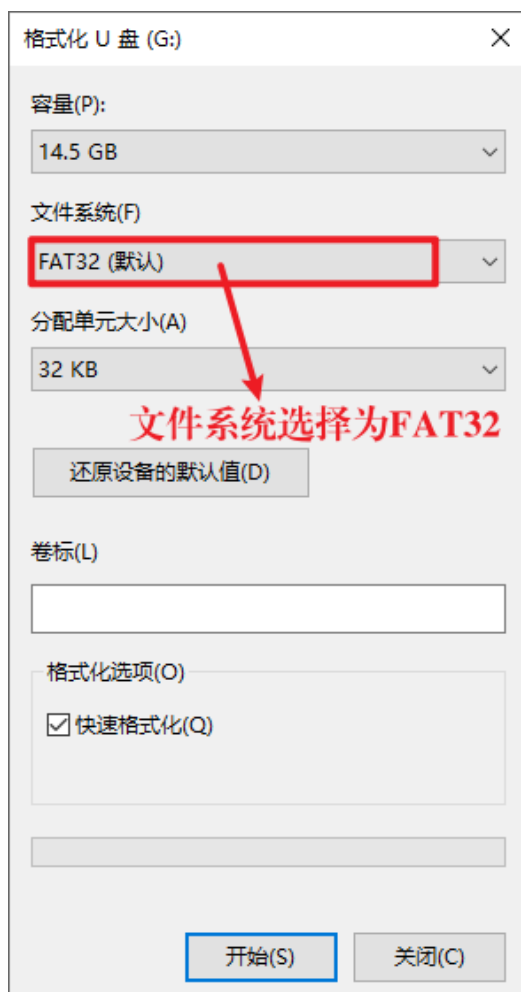

图 1-33 格式化 U 盘
- (1) 将 SD 卡插入读卡器中，再将读卡器插入电脑的 USB 口，接着将 SD 卡格式化为 FAT32 格式，如图 1-33 所示：